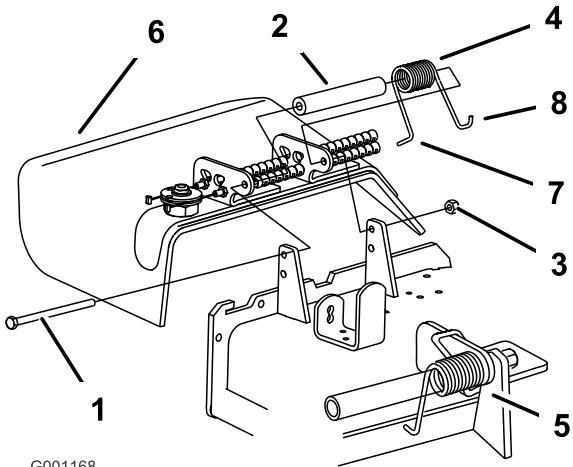

Figure 2
- Placez une entretoise et un ressort neufs sur le déflecteur d'herbe. Placez une extrémité du ressort derrière le bord du tablier avant de mettre le boulon en place, comme indiqué à la Figure 2.
Remarque: L'extrémité du ressort doit être placée derrière le bord du tablier avant de mettre le boulon en place, comme indiqué à la Figure 2.
- Montez le boulon et l'écrou dans le trou inférieur. Accrochez l'extrémité du ressort au déflecteur d'herbe (Figure 2).